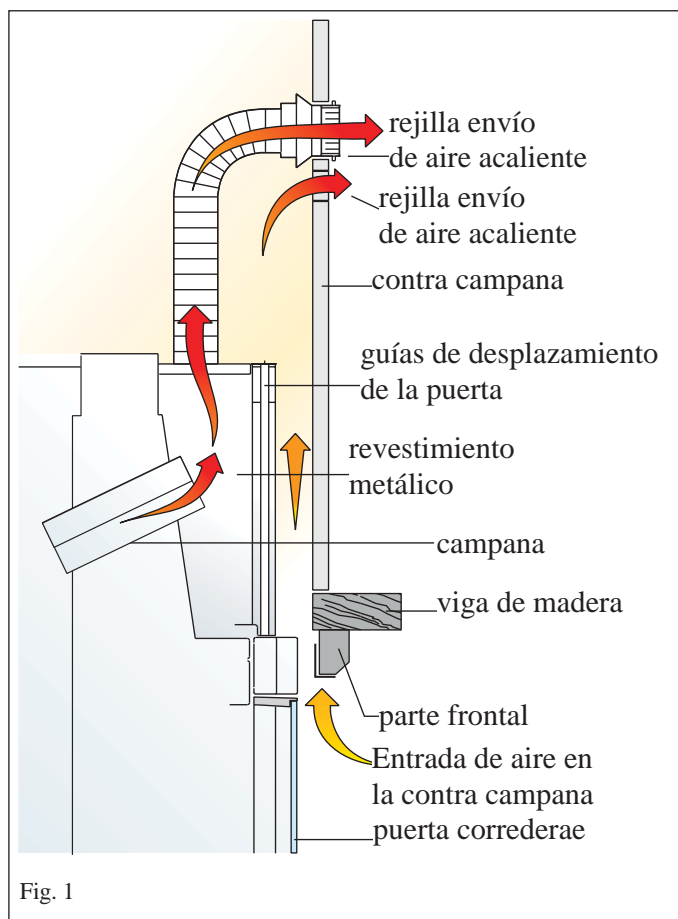

Fig. 1
Revestimientos, contra-campanas y sus ventilaciones (fig. 1)
- **Posición de “encendido”/potencia calorífica máx. (fig. 1):**